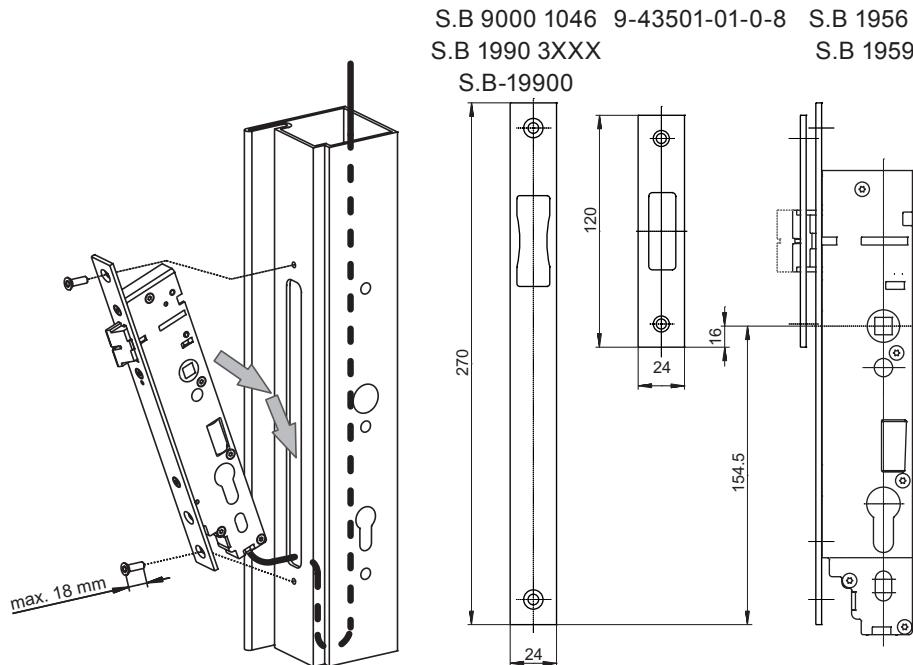

Abb.7: Einbau
- Schloss von schräg oben in die Schlosstasche einführen. Dabei das Kabel im Profil (s. Abb. 7) verstauen.